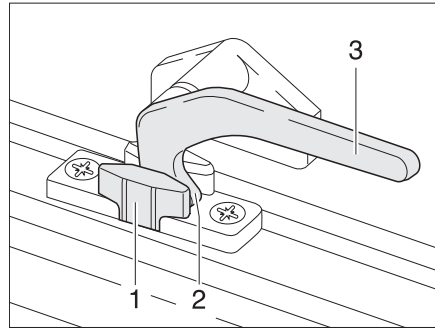

Fig. 72 Levier de verrouillage en position "Aération permanente"
- En position "Aération permanente" (Fig. 72)
- Tourner le levier de verrouillage d'un quart de tour vers le cadre de la fenêtre. Le tenon de verrouillage (Fig. 72,2) doit pénétrer alors dans le logement prévu à cet effet dans le verrouillage de fenêtre (Fig. 72,1).